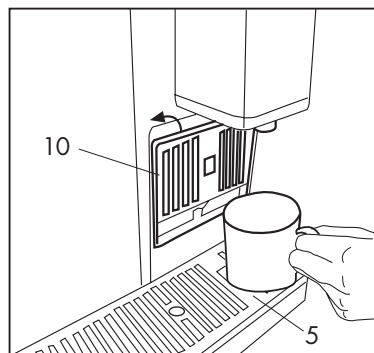

Fig.5
- Controllare che non ci siano capsule all'interno e accendere la macchina azionando l'interruttore principale (2)
- Chiudere il supporto per tazza piccola (10) e posizionare una tazza grande sulla griglia (5) **(Fig. 5)**